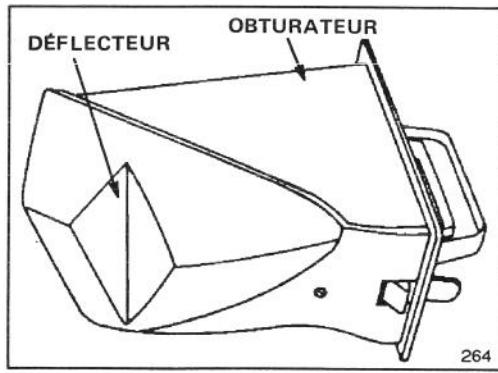

Figure 9
C. Un obturateur spécial qui se verrouille dans le canal d'éjection de la tondeuse (Un cinquième déflecteur se trouve sur cet obturateur) (Fig. 9)
Il est possible de tondre sans utiliser l'obturateur en fermant le volet du canal d'éjection. L'apparence de la pelouse sera toutefois bien meilleure si cet obturateur est utilisé, étant donné que le déflecteur dont il est équipé (Fig. 9) aide à répandre les déchets sur la pelouse.